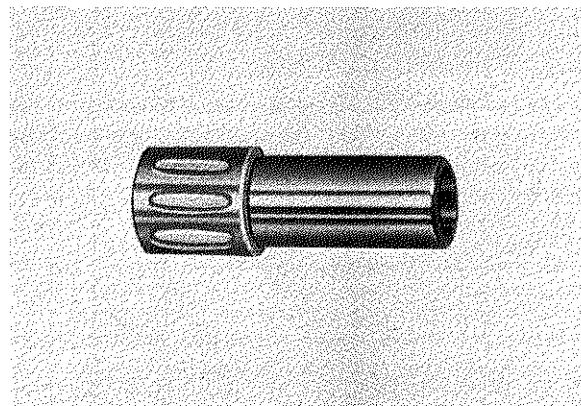

Fig. 3-3-5
1. Check the pin for signs of wear. If any wear is evident, replace pin and bearing. (Fig. 3-3-5)
2. Check the pin and bearing for signs of heat discoloration. If excessive (heavily blued), replace both. (Fig. 3-3-5)
1. Vérifier si l'axe de piston ne présente pas de signes d'usure. En cas d'usure évidente, remplacer l'axe et le roulement de pied de bielle (Fig. 3-3-5).
2. Vérifier si l'axe et le roulement ne présentent pas de bleuissement causé par la surchauffe. Remplacer les deux pièces en cas de bleuissement excessif (Fig. 3-3-5)
1. Kolbenbolzen auf Anzeichen von Verschleiß prüfen. Wenn solche festgestellt werden, Kolbenbolzen und Lager austauschen. (Fig. 3-3-5)
2. Kolbenbolzen und Lager auf Anzeichen von Wärmeverfärbung untersuchen. Falls übermäßig verfärbt (Stark blau), beide ersetzen. (Fig. 3-3-5)